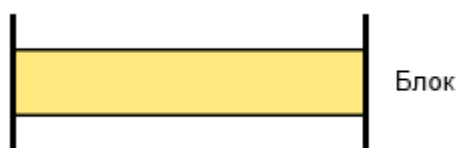

Рисунок 13.106 – Заявка на блок, отсутствуют заявки на составляющие
- 1) Подана заявка на блок, отсутствуют заявки на составляющие блока, сроки ремонта которых пересекаются со сроком ремонта блока (Рисунок 13.106), при этом: